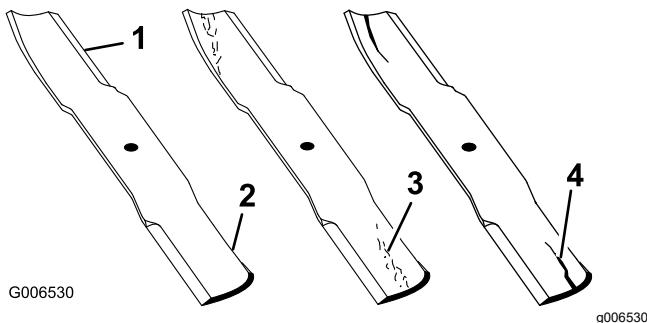

Figura 29
2. Examine cuidadosamente as extremidades da lâmina, prestando especial atenção à zona onde se encontram as partes curvas e planas da lâmina (Figura 29). Verifique o estado da lâmina antes da operação de corte, pois a areia e outros materiais abrasivos podem ter desgastado o metal que liga as partes curva e plana da lâmina. Se der conta de desgaste (Figura 29), substitua a lâmina; consulte Desmontagem e montagem da\(s\) lâmina\(s\) (página 19).
Se a lâmina continuar a sofrer este tipo de desgaste irá formar-se uma ranhura entre a aba e a parte plana da lâmina (Figura 29). Eventualmente, pode soltar-se algum pedaço da lâmina e projetar-se, ferindo-o a si ou a qualquer pessoa próxima.